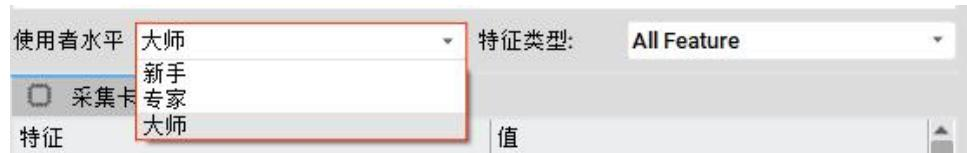

图 2.1-4 更改使用者水平为大师
- (2) 相机，采集卡有些参数配置需要更高的权限，将使用者水平改为“大师”，如图 2.1-4 所示。